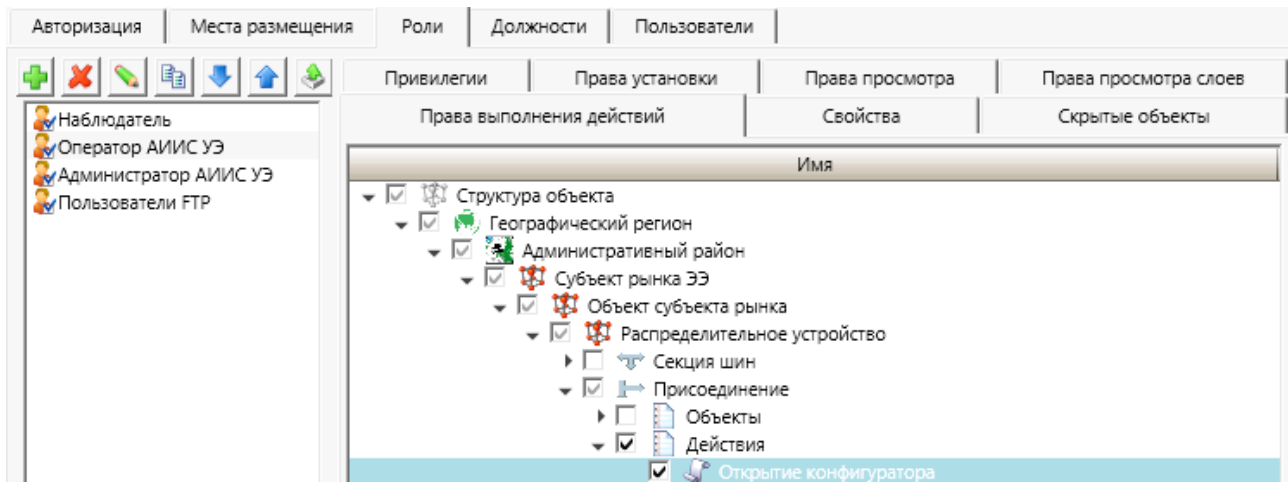

Рисунок 15 – Подраздел **Права выполнения действий**
3.3.3.5 Подраздел **Права выполнения действий** (рисунок 15) содержит настройку перечня пользовательских действий (3.7.4.7), доступных пользователям роли.